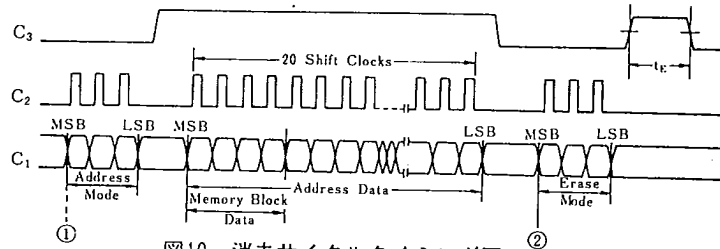

図10 消去サイクルタイミング図
- ②コード2(010)を入力すると READ モードになります。これに引き続いて C3 を "H" レベルとしますと、C3 "H" レベル間の、MNOS メモリの読出しが行なわれ、そのデータがデータレジスタにラッチされます。
- ③コード5(101)を入力すると DATA OUT モードになります。これに引き続いて C3 を "H" レベルとしてモード実行に切り換えますと、データレジスタの MSB データが OUT 端子に出力されます。以降シフトクロック C2 を入力しますと、シフトクロックの負エッジに同期して残り、15ビットデータが順次出力されます。シフトクロック16ビットめでは再度 MSB データが出力されますが、データレジスタには、以前読み出したものと同じデータがそのまま残されています。
2. 消去サイクルタイミング (図10)
- ①読出しサイクルタイミング図の動作説明の①と同じ。
- ②コード7(111)を入力すると ERASE モードになります。これに引き続いて C3 を "H" レベルとしますと、C3 "H" レベルの間、①で指定されたアドレスのメモリが消去されます。消去時間  $t_e$  は最小 100ms です。